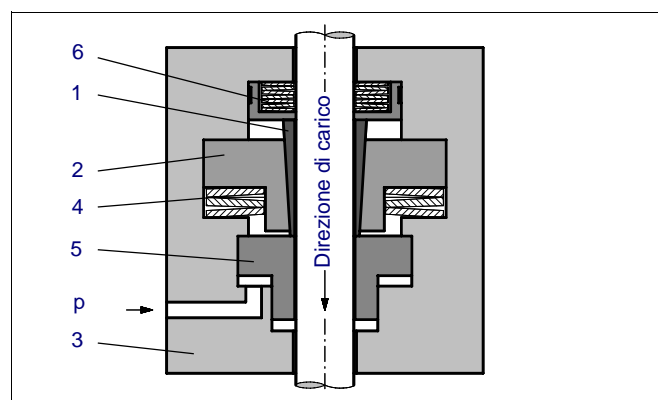

Fig. 1: Montaggio freno di sicurezza KSP (stato rilasciato)
Il sistema di bloccaggio, come mostrato in Fig. 1, è costituito da una boccola di bloccaggio (1) con cono esterno e da un manicotto di bloccaggio (2) con cono interno. Quest'ultimo è supportato in modo mobile in una scatola (3) e viene spinto verso la battuta di fine corsa tramite molle (4). Allo stato rilasciato il pistone anulare (5) attraverso l'applicazione di pressione mantiene fuori innesto la boccola di bloccaggio contro la forza delle molle a tazza (6), in modo che l'asta si possa muovere liberamente in entrambe le direzioni.